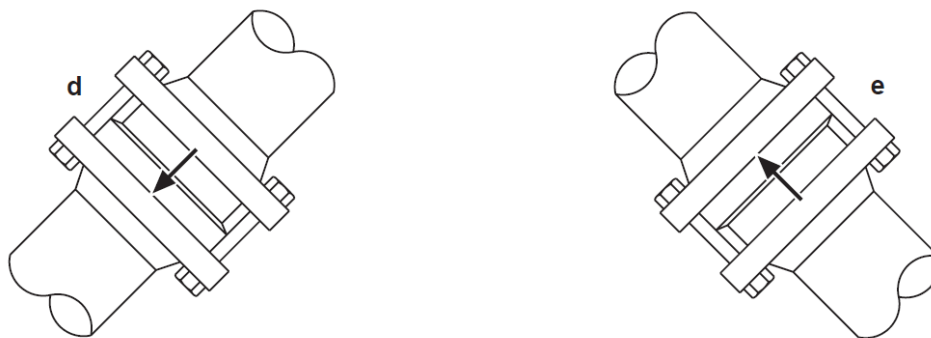

Fig. 2
- 3.6 Les DCV3 et DCV3LT peuvent être installés dans n'importe quel sens à l'exception des DCV fournis sans ressort interne. Ceux-ci doivent être montés sur une ligne verticale avec le sens du fluide de bas en haut, c'est à-dire fluide ascendant (voir Figure 2). Les clapets de retenue doivent être installés avec le sens d'écoulement du fluide en accord avec la flèche de coulée sur le corps qui indique le bon sens de l'écoulement.